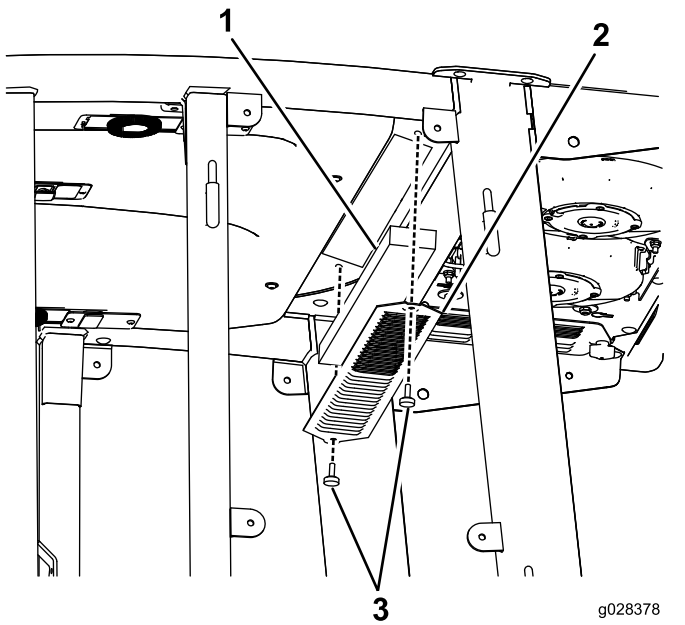

**Figura 124**
2. Retire las 6 tuercas y arandelas de la parte inferior de la parte trasera de la cabina (Figura 124).